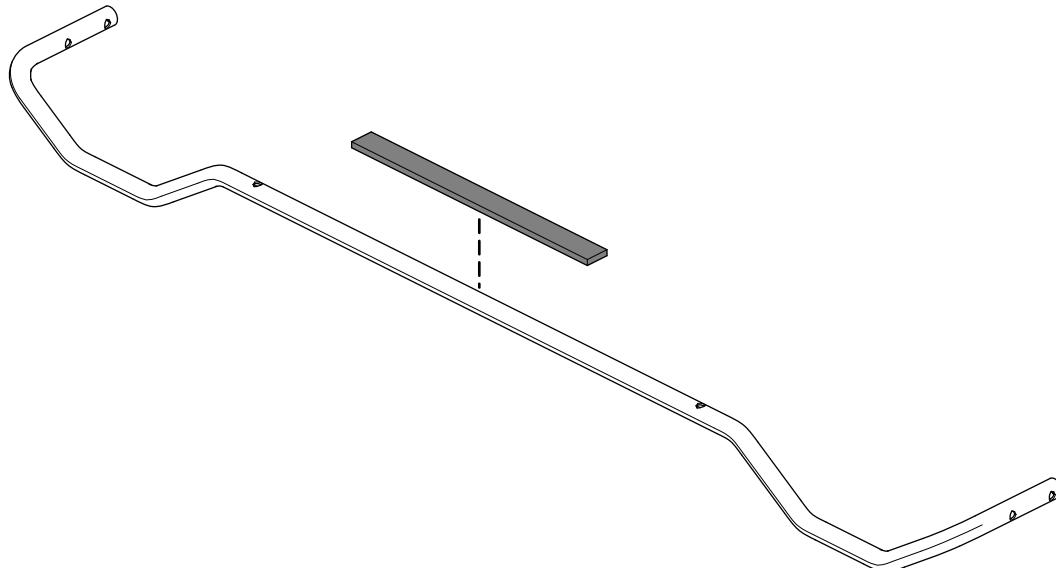

Bild 18
1. Bringen Sie das Schaumstoffpolster auf das Sonnendach-Stützrohr auf (Bild 18).